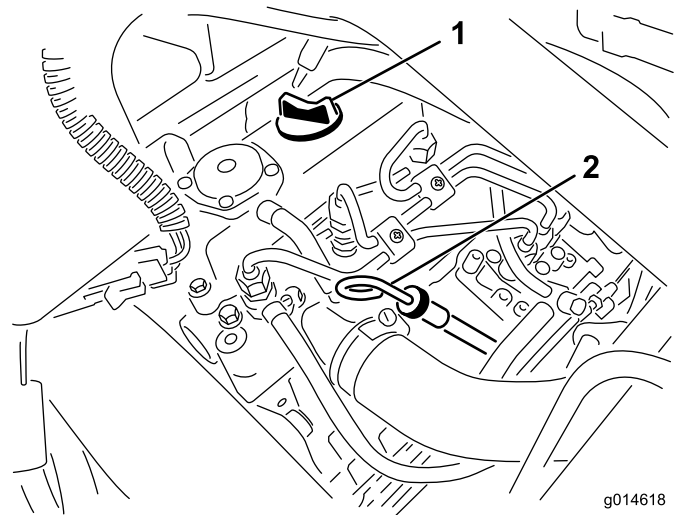

Bild 30
2. Nehmen Sie den Peilstab heraus und wischen Sie ihn mit einem sauberen Lappen ab (**Bild 30**).